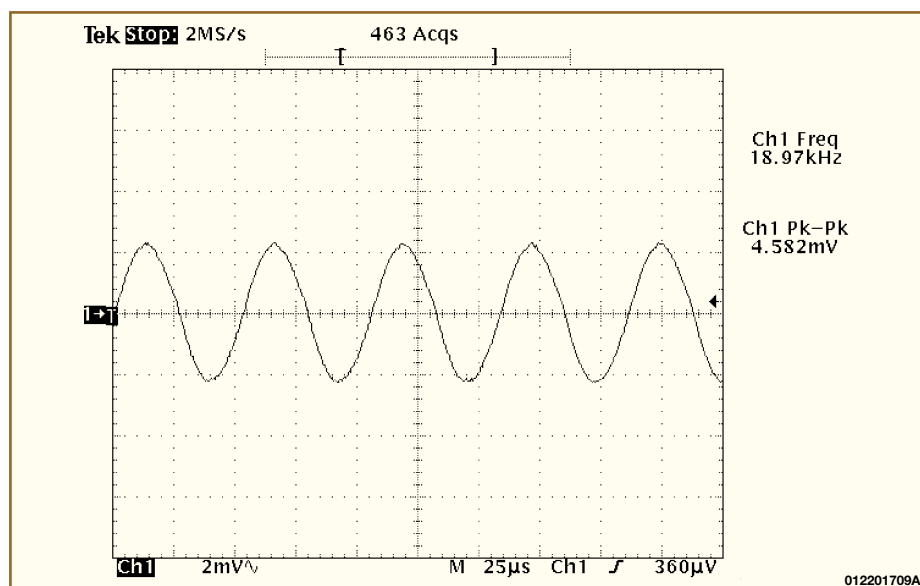

Bild 9: Überprüfung des 19-kHz-Signals an Pin 3 von IC 6
- Pin 3 von IC 6 (ca. 5 mV). Siehe dazu Abbildung 9.